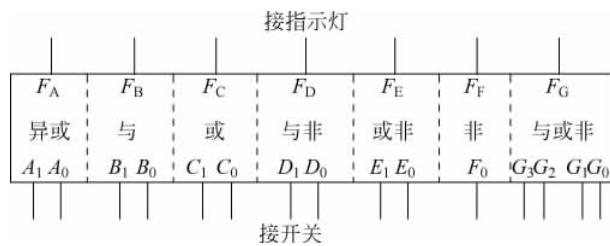

图 5.3.1 基本门电路示意图
- (1) 用 GAL20V8 实现基本门电路。
- (2) 按图 5.3.1 进行设计,绘出框图和引脚分配图。